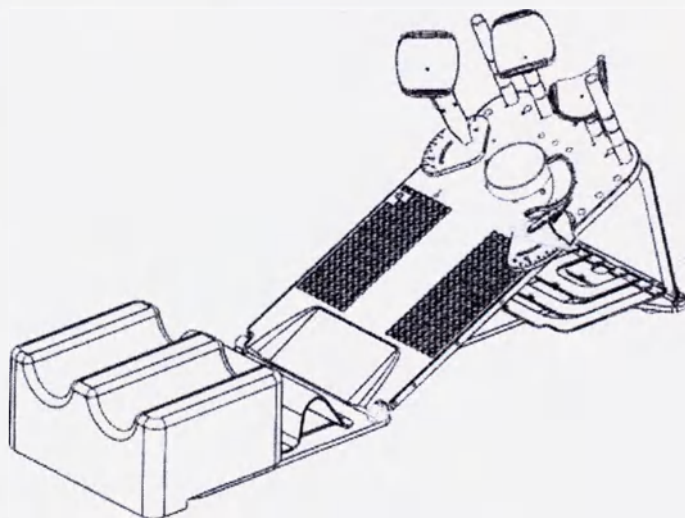

Рисунок 1
4.1.2 Основная часть системы – опорная подставка, которую можно поднимать на требуемый угол, помещая опорную планку в соответствующий паз на нижней стороне верхней пластины (рисунок 1).